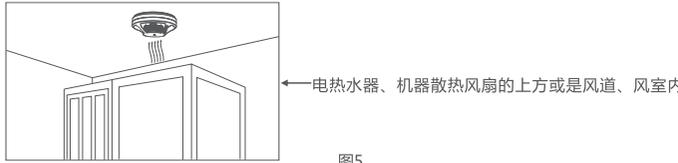

图5
5. 避免把报警器安装在电热水器、机器散热风扇的上方或是装在风道、风室内。这些场所容易产生粉颗粒和冷凝水雾，容易导致报警器误报，如图5所示。